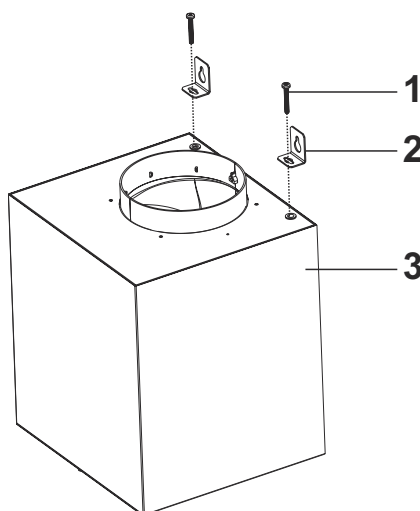

Fig. 26
- 1.** Hvis motor kabinettet skal hænges op, brug da de 2 x M5x35mm skruer og 2 x ophængningsbeslag og monter dem på motorkabinettet (Fig. 26).